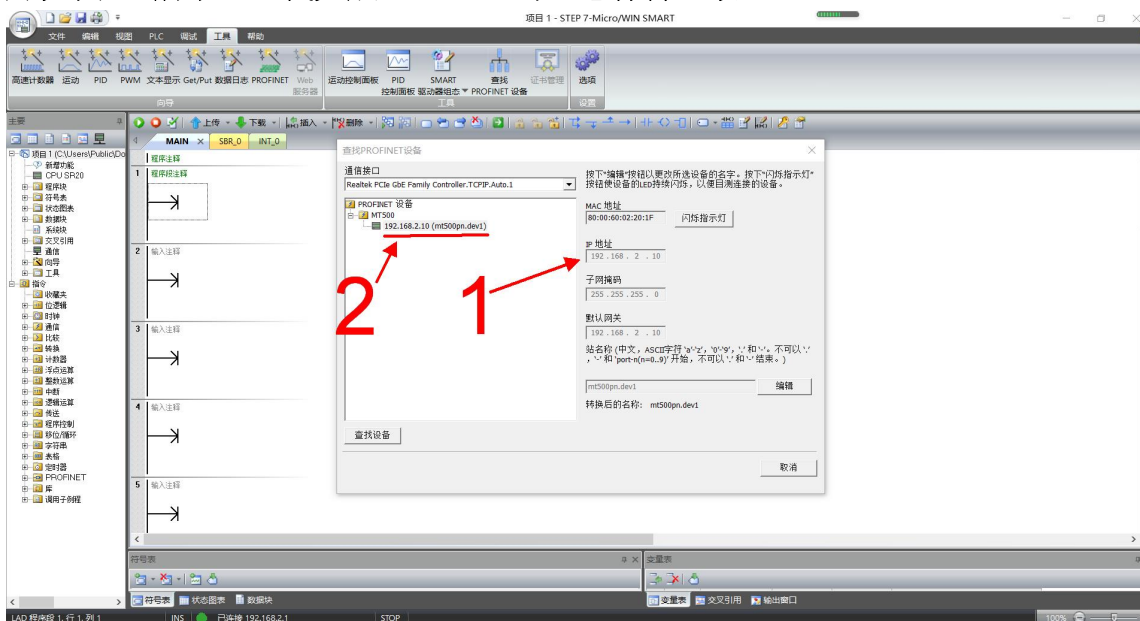

图 50 更改后查找的 PN 设备
(5) 如图 50 所示：查找完成，IP 地址与组态保持一致。